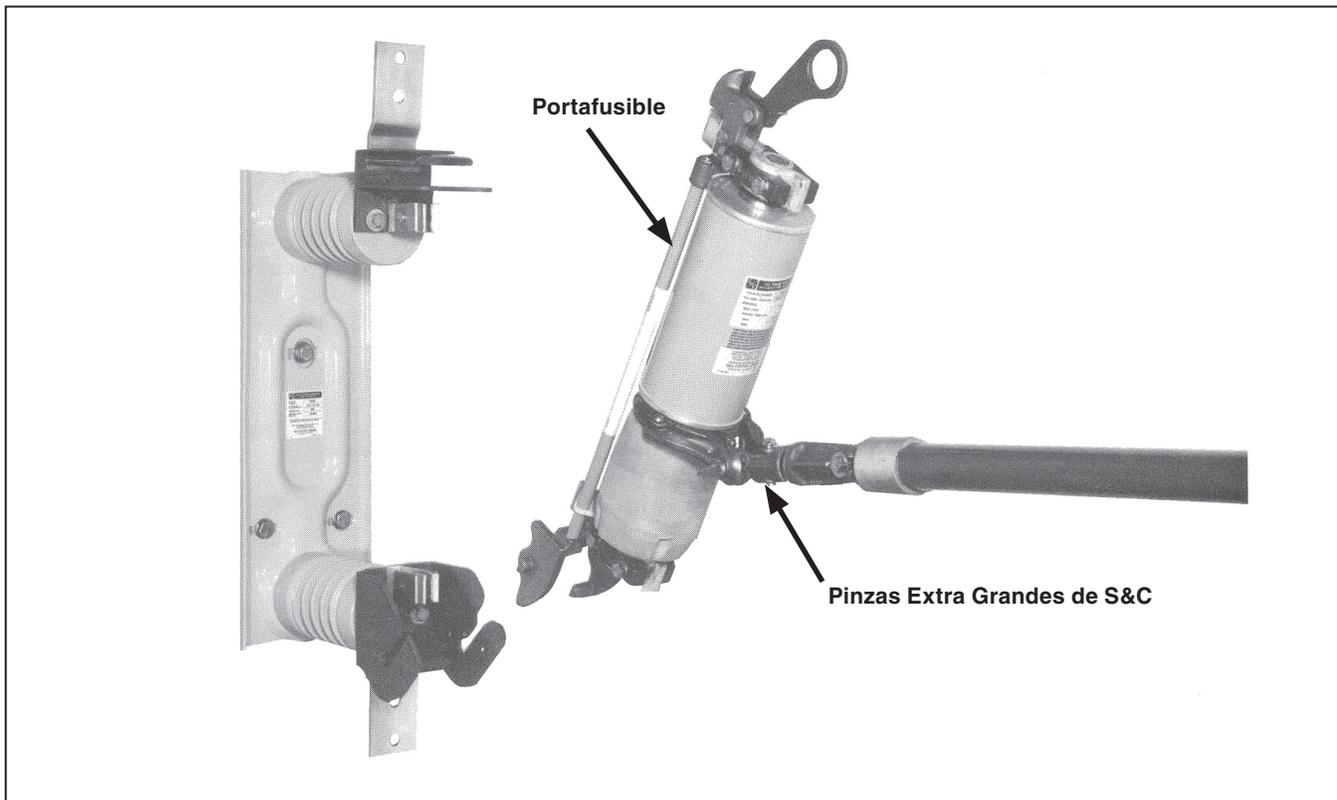

Figura 4. Instalación (o extracción) del portafusible utilizando las Pinzas Extra Grandes de S&C.
**PASO 1.** Cuando manipule portafusibles utilizando una pértiga universal que esté equipada con unas Pinzas Extra Grandes de S&C, sujete la abrazadera a la pértiga según se muestra en la Figura 4. Sin embargo, debido a que la mejor manera de posicionar las pinzas extra grandes depende de la elevación del montaje del fusible en relación al operador, dicha herramienta de manipulación se debe ajustar según sea necesario para adaptarla a las condiciones.
- (b) Sujete bien la herramienta de manipulación en la ubicación que se muestra en la Figura 4. Asegúrese que las mordazas de la herramienta de manipulación estén completamente apretadas antes de intentar levantar el portafusible.
**PASO 2.** Utilice una pértiga univesal que esté equipada con un gancho manipulador Grappler de S&C o con unas Pinzas Extra Grandes de S&C▲ para quitar los portafusibles de los montajes en el caso de los fusibles con capacidad de 4.16 kV y 13.8 kV. Ver Figura 4 en la página 8. Los portafusibles con capacidad de 25 kV se deben quitar con la mano, siempre y cuando el montaje haya sido desenergizado y aterrizado correctamente de conformidad con las prácticas operativas de la localidad.
Cuando manipule portafusibles utilizando una pértiga universal que esté equipada con unas Pinzas Extra Grandes de S&C, sujete la abrazadera a la pértiga según se muestra en la Figura 4 en la página 8. Sin embargo, debido a que la mejor manera de posicionar las pinzas extra grandes depende de la elevación del montaje del fusible en relación al operador, dicha herramienta de manipulación se debe ajustar según sea necesario para adaptarla a las condiciones.
- Sujete bien la herramienta de manipulación en la ubicación que se muestra en la Figura 4. Asegúrese que las mordazas de la herramienta de manipulación estén completamente apretadas antes de intentar levantar el portafusible.